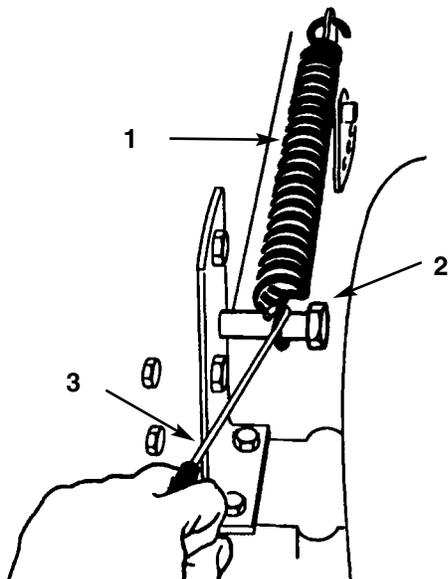

Figure 38
4. Déposer le ressort compensateur de hauteur de coupe du boulon de retenue (Fig. 38,, à l'aide de l'outil pour ressort fourni avec la machine. Le ressort se trouve entre la châssis et la roue arrière droite.
13. Placer le levier de hauteur de coupe (relevage des unités de coupe) dans le cran "D". Accrocher le ressort d'assistance de relevage sur le boulon de retenue pour le ranger (Fig. 38).